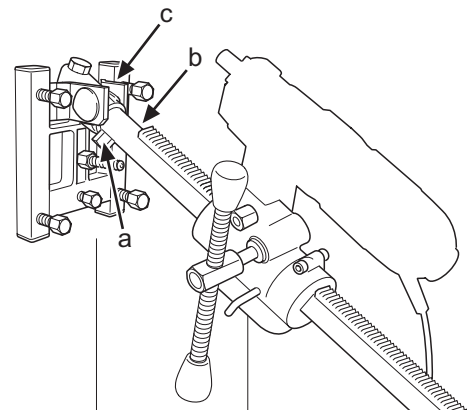

Fig.12
2. Borrpelaren monteras på fotplattans vinkelfäste. Skruva åt de två låsskruvarna (a och b) med 24 mm nyckel. (Fig.12). Matarhuset vänds 180° och återmonteras på borrpelaren. Borrmaskinen återmonteras i snabbfästet.
3. Ställ in önskad borrhinkel med mutter (c) (Fig.12) med 30 mm nyckel.
2. Bore søjlen monteres på fodpladens vinkelbeslag. Spænd de to låseskruer (a og b) med en 24-mm-nøgle. (Fig.12). Fremføringshuset vendes 180° og genmonteres på bore søjlen. Boremaskinen genmonteres i lynkoblingen.
3. Indstil den ønskede borevinkel med møtrikken (c) (Fig.12) ved hjælp af en 30-mm-nøgle.
2. Borsøylen monteres på festeplatens vinkelfeste. Skru til de to låseskruene (a og b) med 24 mm nøkkel. (Fig.12). Materhuset vendes 180° og monteres på borsøylen igjen. Bormaskinen monteres tilbake i hurtigfestet.
3. Still inn ønsket borrhinkel med mutter (c) (Fig.12) med 30 mm nøkkel.